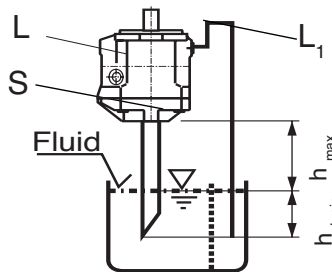

Fig 2
b) quando o nível mínimo do fluido estiver abaixo da superfície do flange de montagem da bomba: Montar a tubulação na conexão "L₁", e event. "S" conf. fig. 2. Condições correspondentes ao ponto 1.2.1, "L" fechado.
Antes da montagem preencher carcaça da bomba em posição horizontal. Montagem acima do tanque conf. fig. 2.